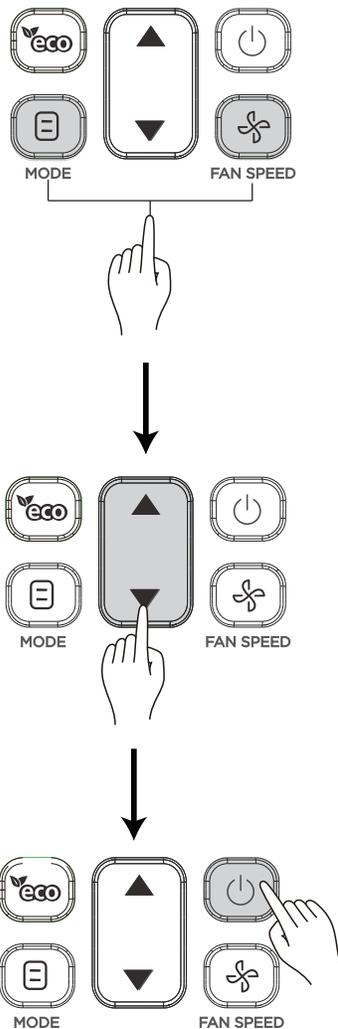

Figura 32
3. Assim que o ajuste for feito, pressione ou aguarde 5 segundos para salvar os ajustes de parâmetro. A sequência de operação do botão é exibida na Figura 32.